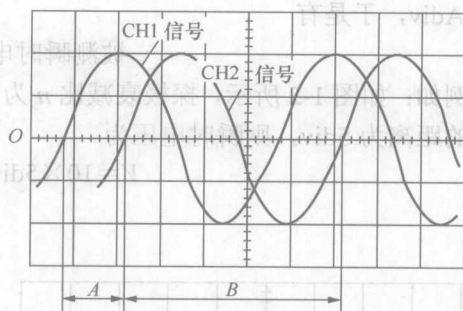

图 1-4 示波器相位测量显示图
(1) 预置示波器控制件获得光迹基线, 然后将垂直方式开关置于“交替”(频率低时, 可用“断续”), 触发源置于“垂直”。
(2) 根据耦合要求, 两个“耦合方式”开关应置相同位置。
(3) 用两根具有相同时间的探极或同轴电缆, 将已知两个信号输入 CH1 和 CH2, 将波形稳定。
(4) 调节 CH1 和 CH2 位移, 使两个波形均移到上下对称于 OO' 轴上, 读出 A 和 B , 则 $\varphi = A/B \times 360$ 。如图 1-4 所示, CH2 信号滞后于 CH1 信号 φ 角。